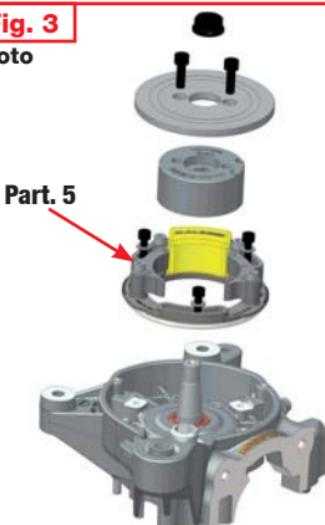

Fig. 4
- **Fig. 4** Tournez l'arbre moteur dans le sens des aiguilles d'une montre jusqu'au point mort supérieur et mettez au zéro le comparateur, en vérifiant plusieurs fois l'exactitude de l'opération.